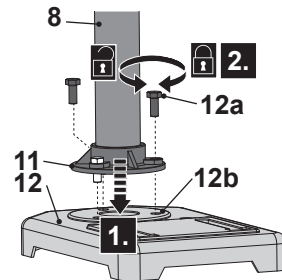

Fig. 1
1. Coloque la base (12) sobre una superficie firme y nivelada.
2. Alinee los tres tornillos de montaje en la base (12) y el soporte (11), y luego monte la columna (8) en la base (12). Asegure la conexión con los tres conjuntos de tornillos (12a) utilizando un destornillador de estrella adecuado (no incluido) (Fig. 1). No apriete demasiado los conjuntos de tornillos y arandelas (12a).